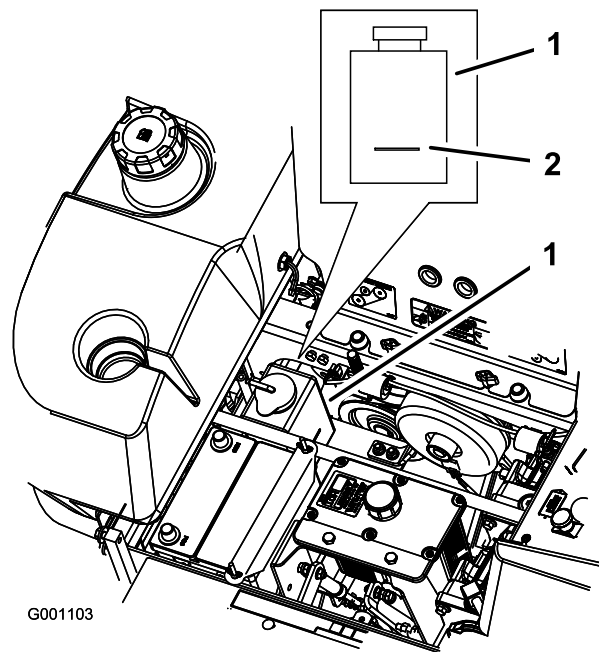

Figura 64
3. A motore freddo, controllate il livello della bottiglia di troppopieno. Il fluido deve raggiungere la sporgenza all'esterno della bottiglia di troppopieno (Figura 64).
4. Se il livello del refrigerante è basso, rabboccate la bottiglia di troppopieno con una miscela di 50% antigelo a lunga durata/DexCool® e 50% acqua (Figura 64).
5. Versate la miscela refrigerante 50/50 nella bottiglia di troppopieno e riempite fino alla linea tracciata sulla bottiglia (Figura 64).